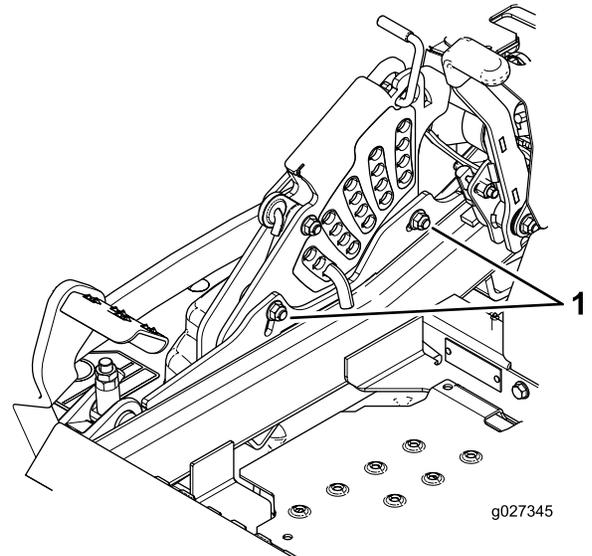

Figure 93
11. Pour régler le système monopoint, desserrez les 2 boulons au bas de la plaque de hauteur de coupe (Figure 93).
13. Serrez les 2 boulons au bas de la plaque de hauteur de coupe (Figure 93).